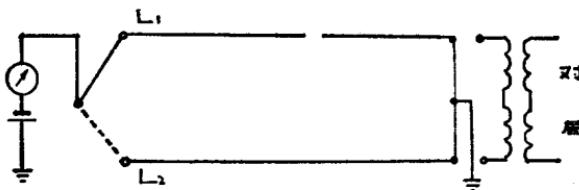

图 5. 对方给混线接地
②没有幻象回路的线路,要想判断出线路是单断还是双断,必须请对方配合,人为地给线路加上一个混线接地,如图5所示,这时就可以按上述有幻象回路的方法一样去试验了。